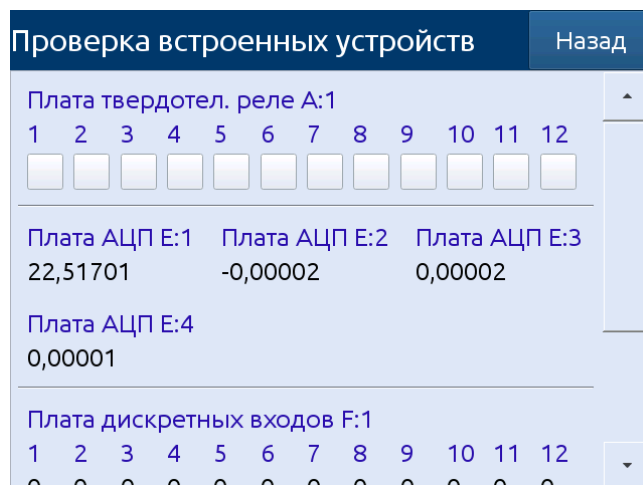

Рисунок 2.38 – Экран «Проверка встроенных устройств»
2.11.3 Кнопка «Проверка встроенных устройств» открывает меню, содержащее список всех каналов встроенных устройств (см. рисунок 2.38). Для выходных дискретных каналов доступны кнопки для изменения состояния реле: кнопка нажата – реле на соответствующем канале включено, кнопка отжата – выключено. При открытии данного меню логика расчета выходных значений выключается, пользователь сам определяет значения реле посредством кнопок. После закрытия меню расчет выходных значений реле возобновляется. Для каждого входного встроенного канала отображается текущее измеренное значение. Доступ к данному меню может быть настроен в меню управления доступом. Меню содержит кнопки для проверки USB и последовательных портов.